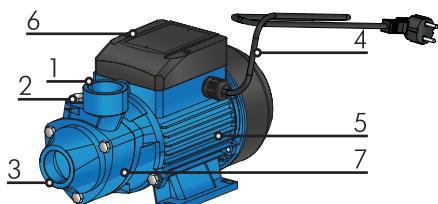

Рисунок 2
**Общий вид поверхностного насоса «ВИХРЕВИК» (рисунок 2):**